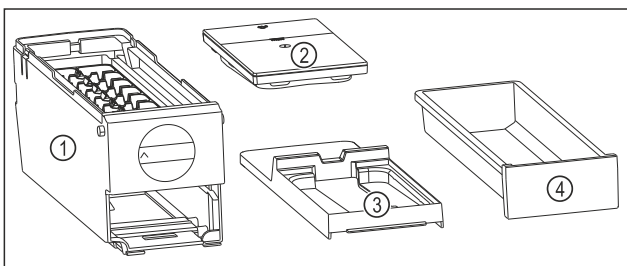

Fig. 76 Bestandteile des EasyTwist-Ice
- ▷ EasyTwist-Ice ist in vier Teile zerlegt. (siehe Fig. 76)
- ▶ EasyTwist-Ice nur in abgebildete Bestandteile zerlegen. (siehe Fig. 76)
- ▶ EasyTwist-Ice-Korpus Fig. 76 (1) als Ganzes reinigen.